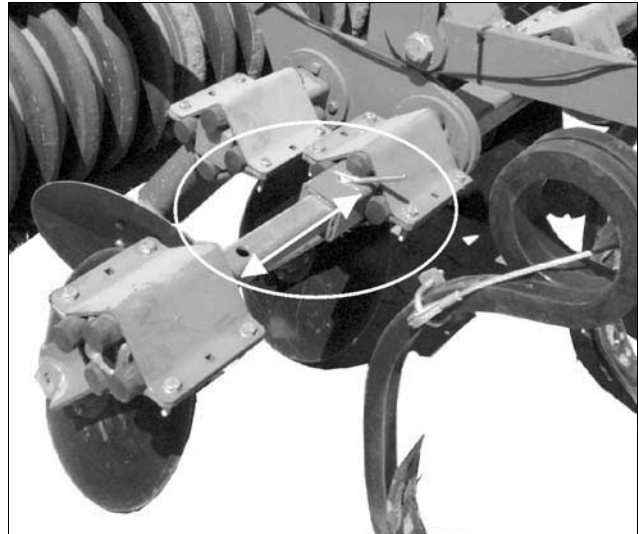

Fig. 13
- Randscheiben (Fig. 13) in Arbeitsstellung bringen: